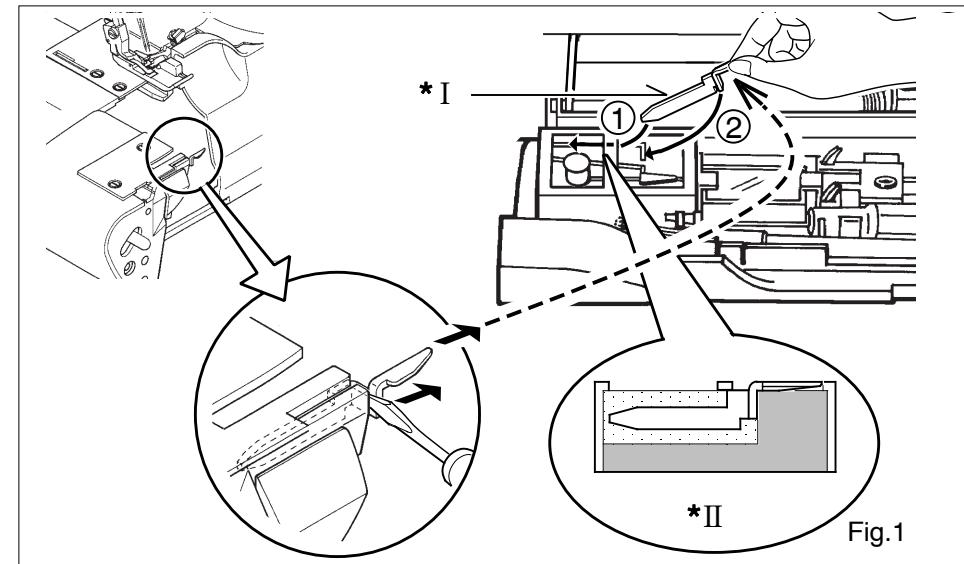

Fig.1
Sacar el convertidor como ilustrado en la Fig. 1.
Togliere il convertitore come mostrato in fig. 1. Montare il convertitore due fili sul gancio superiore come mostrato nelle figure 2 e 3. Rimuovere l'ago destro ed usare l'ago sinistro. Tenere l'ago non usato nell'apposito cuscinetto. Quando non si usa il convertitore inserirlo profondamente come illustrato in fig. 4.
Plaats de naald welke u niet gebruikt, in het speldenkussen, als afgebeeld. Neem de 2-draads converter uit de houder, zoals afgebeeld in Fig. 1.
2. After finishing, re-set the stitch finger in its place. Please ensure inserting it deep as illustrated in Fig 1.